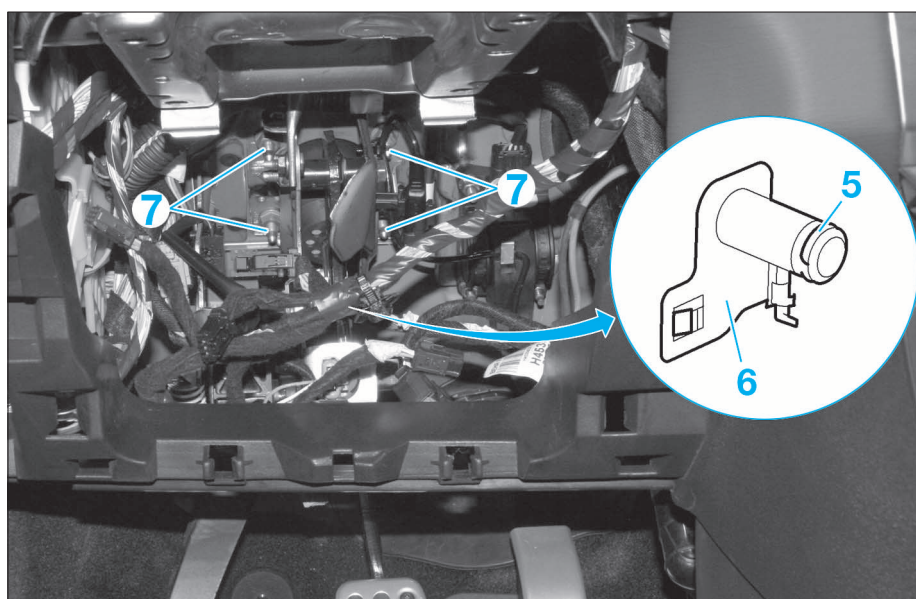

FIG. 16
- Déposer (Fig.16) :
- l'anneau (5),
- l'agrafe (6),
- les écrous (7),